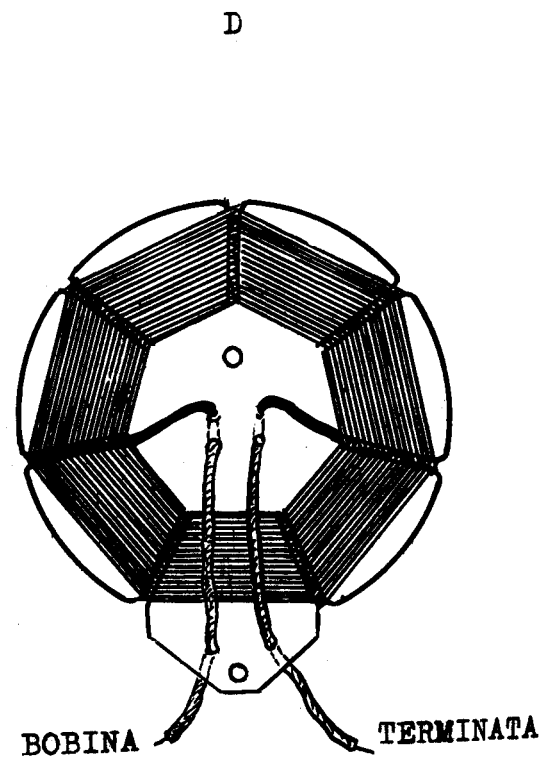

Fig.5
- 2) Mediante un robusto paio di forbici, ritagli il cartone secondo il disegno che ha tracciato (Fig.5 B) ed infine, con un punteruolo, esegua i fori indicati.
- 3) Inizi l'avvolgimento infilando il conduttore smaltato ricoperto in seta di $\varnothing$ 1,5 nel foro indicato e passando in seguito, attraverso la fessura, dall'altro lato del cartone (Fig. 5 C). Per continuare l'avvolgimento è sufficiente che Lei infili il conduttore attraverso ogni fessura, in modo da passare alternativamente davanti e dietro il cartone presspan. Poiché le fessure sono in numero dispari, le spire successive non sono mai sovrapposte ma sempre alternate, quindi fra ogni filo parallelo vi è sempre una distanza sufficiente a ridurre moltissimo la capacità. Oltre a ciò le prime spire dell'avvolgimento sono molto lontane dalle ultime e quindi si ha un altro motivo di vantaggio. Avvolga tante spire quante ne possono stare sul supporto.
- 4) Terminato l'avvolgimento infili, attraverso ai fori preparati, due conduttori isolati, di 15 cm. di lunghezza, del tipo usato di solito per i collegamenti nell'interno del telaio (Fig. 5 D). Saldi gli estremi dell'avvolgimento ai due conduttori.